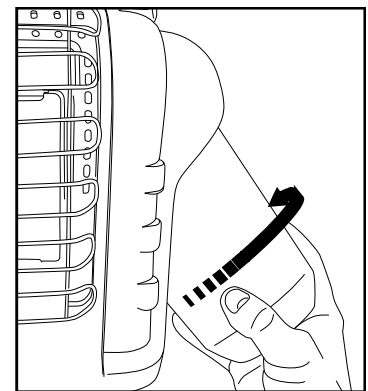

Figure 2 : Attachez le réservoir à carburant
DE MICROSILLON dans le sens des aiguilles d'une montre (du fond) dans le chauffage portatif jusqu'à serré-de-mains; (voir figure 2). NE PAS utiliser du produit d'étanchéité pour filetages sur cette liaison
Inspectez visuellement la flamme de la veilleuse et le brûleur régulièrement au cours de l'utilisation. La flamme de la veilleuse doit être bleue, et non jaune, et s'étendra au-delà du thermocouple. La flamme doit entourer le thermocouple juste en-dessous de son extrémité (voir Figure 2, ci-dessous). Il est possible qu'une faible flamme jaune apparaisse là où se rencontrent la flamme veilleuse et la flamme principale du brûleur. Le brûleur doit être orange vif (avec un peu de bleu sur le contour; une brume rouge orangée visible sur le bloc céramique est acceptable) sans flamme apparente. Une flamme bleue qui s'échappe du bloc céramique indique une accumulation de poussière, de fibres ou de toiles d'araignée à l'intérieur du boîtier ou du compartiment du brûleur. Si la flamme veilleuse est jaune ou que le brûleur dégage une flamme visible, un nettoyage s'impose. Respectez la méthode suivante pour inspecter le boîtier et le compartiment du brûleur.
- 8 Inspectez et nettoyez la veilleuse (installée sur le support) à l'aide d'un aspirateur ou injectez de l'air comprimé dans les trous de la veilleuse, indiqués par les flèches de la figure 2, à gauche.